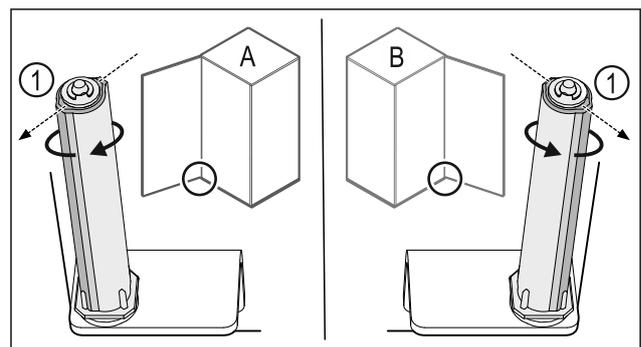

Fig. 33 Butée à gauche (A) / butée à droite (B)
- ▶ Tourner le système de fermeture contre la résistance jusqu'à ce que son arête Fig. 33 (1) pointe vers l'extérieur.